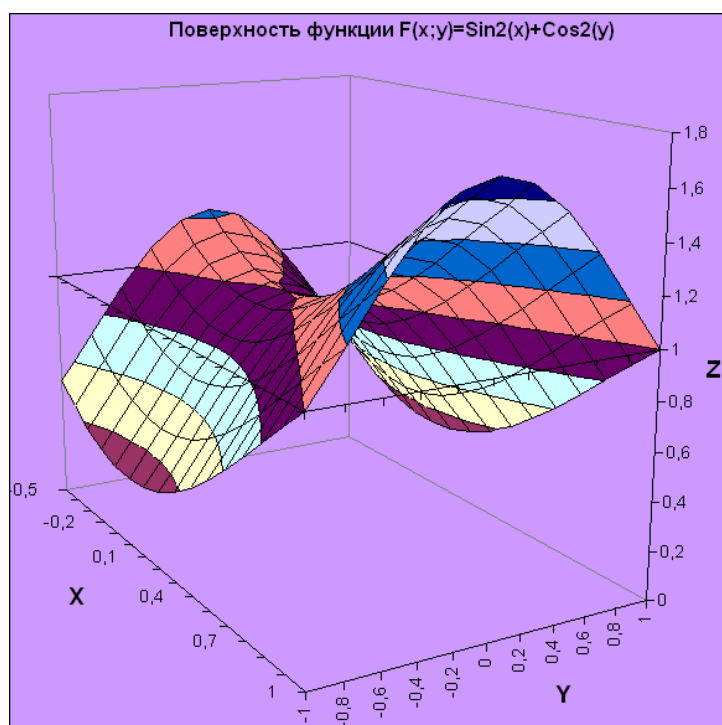

Рисунок 43 – Вид диаграммы *Поверхность*
2. Построить диаграмму, тип – *поверхность*. Отредактировать поверхность и область построения диаграммы. Примерно должна получиться следующая поверхность (рисунок 43).